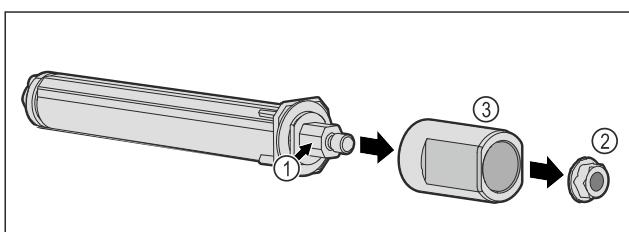

Fig. 58
- Не розбирати систему закриття дверей Fig. 58 (1).
- Зніміть гайку Fig. 58 (2).
- Зніміть втулку Fig. 58 (3).